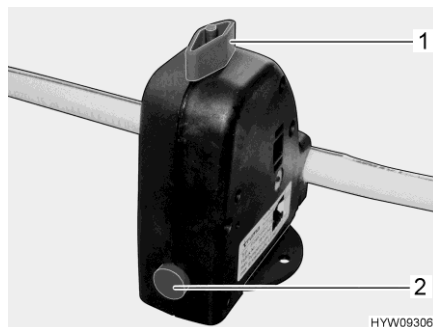

Fig. 113 Valvola di sicurezza/di scarico (boiler)
Il boiler è dotato di una valvola di sicurezza/di scarico (Fig. 113). La valvola di sicurezza/di scarico impedisce che l'acqua congeli nel boiler in presenza di basse temperature esterne, quando il riscaldamento dell'autocaravan non è acceso.
- Chiudere la valvola di sicurezza/di scarico. A tal fine ruotare la manopola (Fig. 113,1) verticalmente rispetto alla valvola di sicurezza/di scarico e premere verso l'interno il bottone automatico (Fig. 113,2).
- Aprire la valvola di sicurezza/di scarico. A tal fine ruotare la manopola (Fig. 113,1) nel senso della lunghezza della valvola di sicurezza/di scarico. Il bottone automatico (Fig. 113,2) scatta all'infuori. Il boiler viene svuotato verso l'esterno tramite la valvola di sicurezza/di scarico.